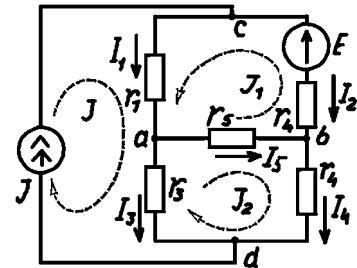

рис. 5
5. Коло **рис. 5** містить джерело струму  $J=50 \text{ мА}$ , джерело напруги з е.р.с.  $E=60 \text{ В}$  і опори  $r_1=5 \text{ кОм}$ ,  $r_2=4 \text{ кОм}$ ,  $r_3=16 \text{ кОм}$ ,  $r_4=2 \text{ кОм}$ ,  $r_5=8 \text{ кОм}$ . Обчислити всі струми методом контурних струмів. Перевірити баланс потужностей. (8 оч.)